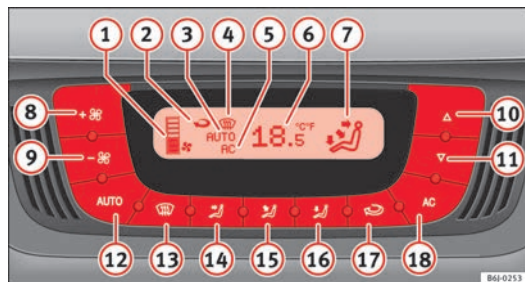

Fig. 96 Comandos do Climatronic no painel de instrumentos
- Pressionar os botões 10 e 11 ⇒ Fig. 96 para ajustar a temperatura.
- Premir o botão **[AUTO]**. Visualiza-se a indicação ⇒ Fig. 96 **(7)**.
- Pressionar os botões **(10)** e **(11)** ⇒ Fig. 96 para ajustar a temperatura pretendida no habitáculo. Recomenda-se regular uma temperatura de 22 °C (72 °F).
- Prima um dos botões ⇒ Fig. 96 **(14)** a **(16)** ou pressione o regulador do ventilador **(8)** e **(9)**. Apaga-se a indicação **(3)**.
O ventilador pode ser regulado através dos botões **(8)** e **(9)** ⇒ Fig. 96. Se o ventilador estiver desligado (no ecrã não está indicado qualquer nível **(1)**) e continuar a pressionar o botão **(9)**, o Climatronic desliga-se. Nesse caso, aparecerá **OFF** no ecrã.
- Prima o botão , para ligar e desligar a recirculação de ar. Está ligada se aparecer o símbolo  ⇒ Fig. 96 no ecrã.